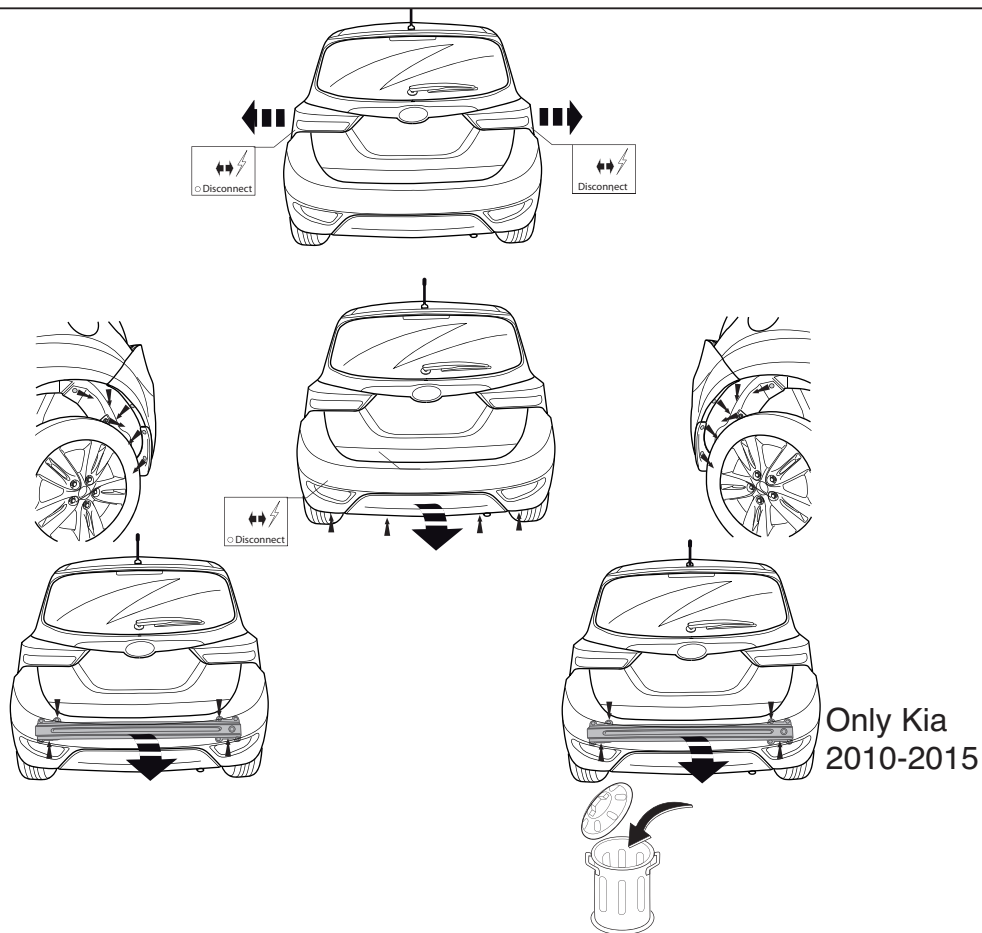

Fig.1
1. Снять задние фары и бампер. См. рисунок 1.
2. **Для автомобилей Hyundai IX20 en Kia Venga 2010-2015:** Снять арматуру бампера. См. рисунок 1.